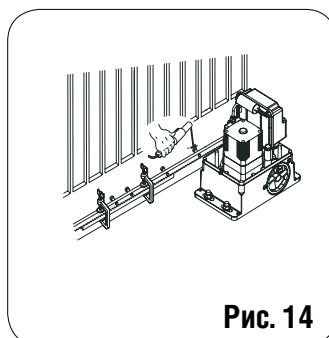

Рис. 14
5) Поместить другой элемент рейки встык с предыдущим, используя секцию рейки (как показано на рис. 14) для совмещения зубьев обоих элементов.